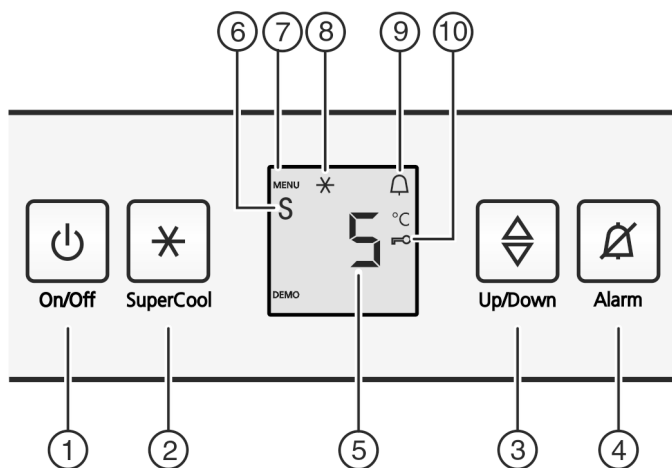

Fig. 2
- ▶ Taste On/Off Fig. 2 (1) drücken.
- ▶ Einstellmodus aktivieren: Taste SuperCool Fig. 2 (2) ca. 5 s drücken.
- ▷ Das Symbol Menu Fig. 2 (7) leuchtet.
- ▶ Mit Einstelltaste Fig. 2 (3) **c**wählen.
- ▶ Die Taste SuperCool Fig. 2 (2) kurz drücken, um zu bestätigen.
- ▶ Zum Einschalten der Kindersicherung Taste SuperCool Fig. 2 (2) kurz drücken.
- ▷ Das Symbol Kindersicherung Fig. 2 (10) leuchtet. In der Anzeige blinkt **c**.
- ▶ Zum Ausschalten der Kindersicherung Taste SuperCool Fig. 2 (2) kurz drücken.
- ▷ Das Symbol Kindersicherung Fig. 2 (10) erlischt. In der Anzeige blinkt **c**.
- ▶ Einstellmodus deaktivieren: Taste On/Off Fig. 2 (1) drücken.
- ▶ Taste Alarm Fig. 2 (4) drücken.
▷ Das Symbol Menu Fig. 2 (7) leuchtet.
- ▶ Um die Sabbath Mode Funktion aufzurufen: Taste SuperCool Fig. 2 (2) kurz drücken.
- ▶ **Zum Einschalten** des Sabbath Mode Taste SuperCool Fig. 2 (2) kurz drücken.
- ▶ **Zum Ausschalten** des Sabbath Mode Taste SuperCool Fig. 2 (2) kurz drücken.
▷ In der Temperaturanzeige wird das Symbol Sabbath Mode Fig. 2 (6) angezeigt, solange der Sabbath Mode aktiv ist.